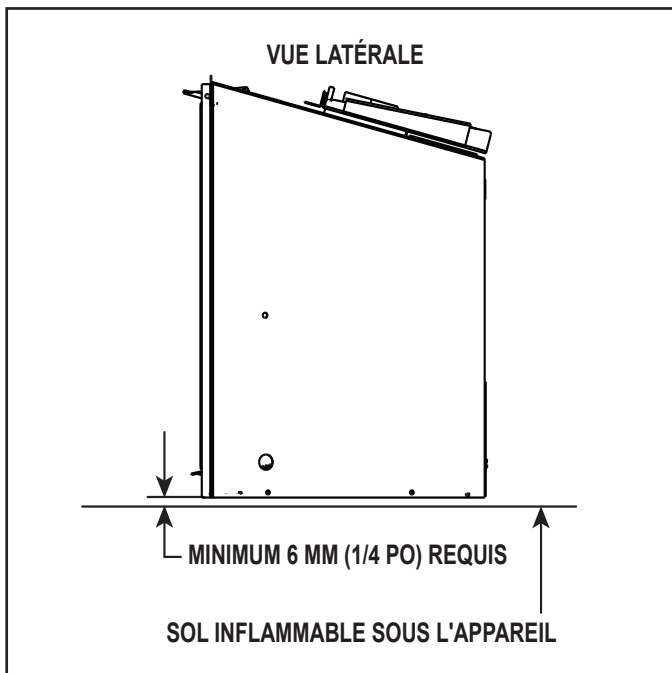

Figure 8.7 Dégagement pour le plancher de combustible solide
- Un espace minimal de 6,35 mm (1/4 po) entre le bas de l'appareil et le sol métallique de la boîte à feu pour combustible solide est **RECOMMANDÉ**. Voir la vue latérale à la figure 8.7.
- Un plancher inflammable sous l'appareil est acceptable avec un espace de 6,35 mm (1/4 po). Voir la figure 8.7.